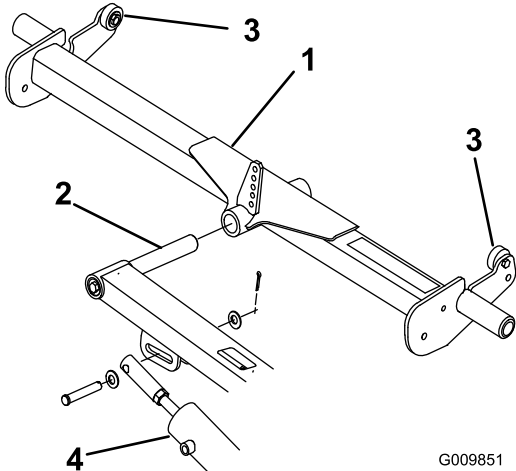

Figura 3
1. Faça deslizar a estrutura de suporte traseira para a haste de articulação do braço de elevação traseiro (Figura 3). Não instale a estrutura de suporte na unidade de corte nesta altura.
3. Premir uma extremidade da estrutura de suporte até a paragem em posição elevada no lado oposto entrar em contacto com a parte inferior do degrau (Figura 3).
- A. Remova o pino de segurança que fixa a extremidade da barra do cilindro de elevação ao braço de elevação (Figura 3).
- D. Aperte a porca sextavada e ligue a extremidade da haste do cilindro ao braço de elevação (Figura 3).